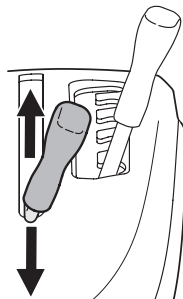

Figura 16
2. Empuje la palanca de PTO (Acople de Cuchillas) hacia adelante hasta la posición acoplada (ON) (Figura 16).